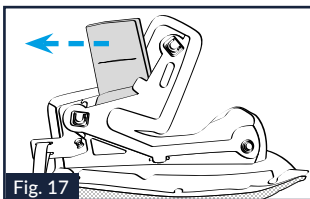

Fig. 17
13.4. Extraire délicatement de la housse de revêtement en tissu de la mousse de joue le rembourrage intérieur en mousse expansée (Fig. 17).
13.5. Détacher la partie supérieure précoupée du rembourrage intérieur (Fig. 17), puis replacer correctement le reste du rembourrage dans la mousse de joue.
14.4. Introduire correctement une partie du rembourrage précédemment retiré à l'intérieur de la housse de revêtement en tissu de la mousse de joue (Fig. 17).